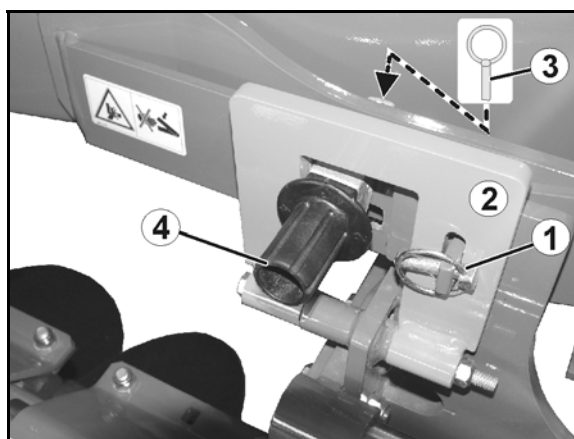

Fig. 41
1. Splinten til låsebøylen (Fig. 41/1).
2. Vipp ned låsebøylen (Fig. 41/2).
4. Løsne splinten på eksenterbolten (Fig. 41/3).
5. Sett eksenterbolten (Fig. 41/4) i ønsket innstillingsposisjon.
1. Løsne fjærpinnen på låsebøylen (Fig. 41/1).
3. Løsne splinten på eksenterbolten (Fig. 41/3).